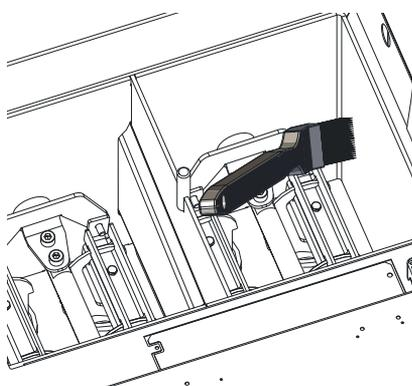

Fig. 51 Nachheizflächen reinigen
- ▶ Nachheizflächen oben mit Spachtel und Pinsel reinigen – Fig. 51.